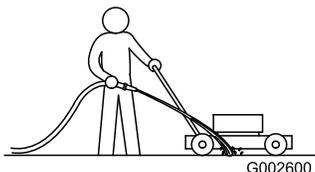

Figura 41
1. Collocate il tosaerba su una superficie piana pavimentata, con il motore acceso, e spruzzate un getto d'acqua davanti alla ruota **destra** posteriore (Figura 41).